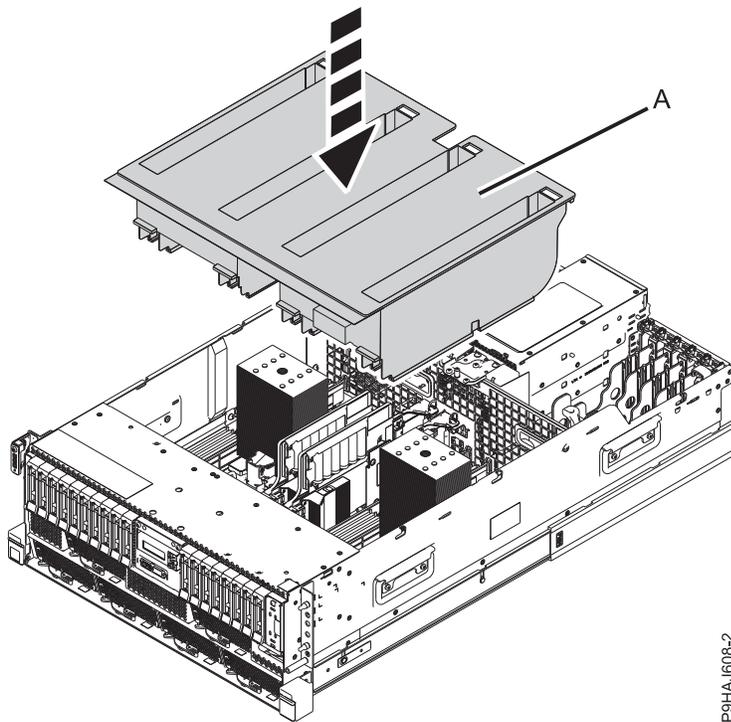
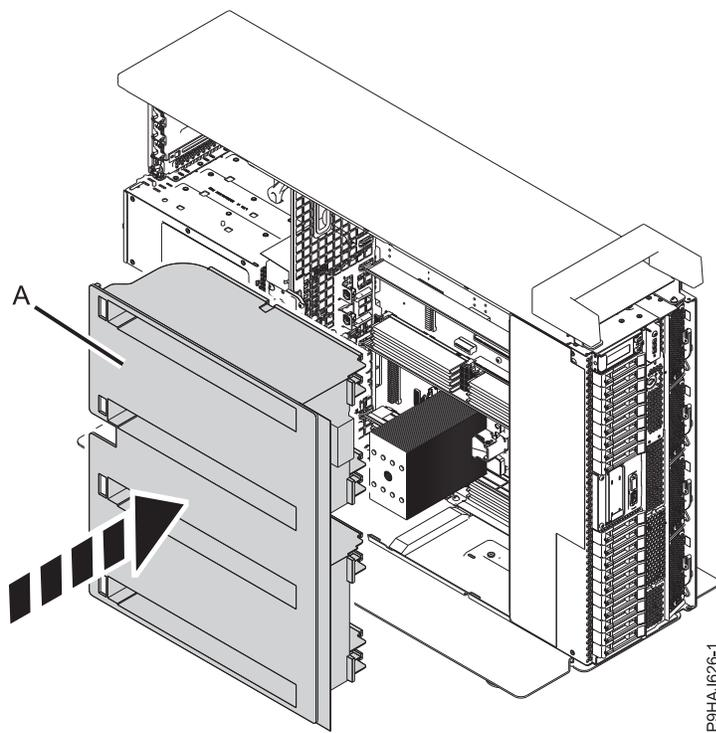

Figure 26. Remise en place de la grille d'aération sur un système monté en armoire
Figure 27. Remise en place de la grille d'aération sur un système autonome
3. Pour un système monté en armoire, remettez en place la grille d'aération (A) directement dans le châssis, comme illustré dans la figure 26, à la page 31. Pour un système autonome, remettez en place la grille d'aération (A) directement sur le côté du châssis, comme illustré dans la figure 27, à la page 31.